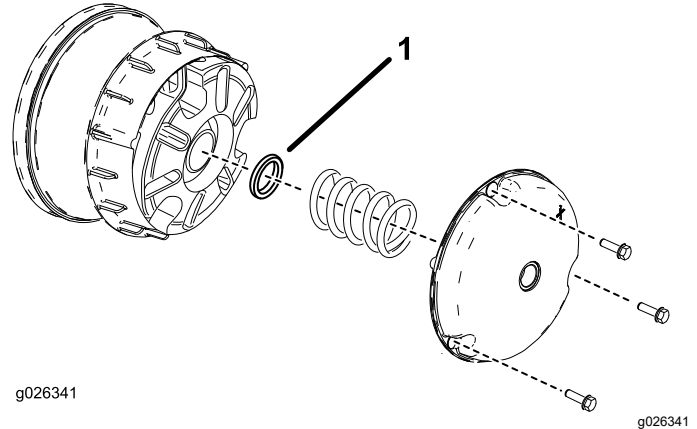

Figura 61
2. Retire los pernos que sujetan la tapa del embrague primario, como se muestra en la Figura 61.